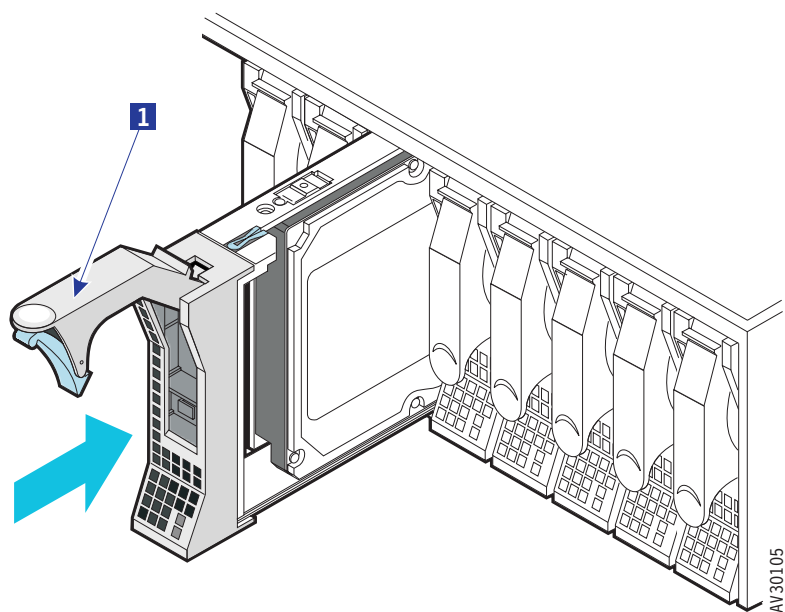

図 33. HDD モジュールの追加
2. 46 ページの図 33 のように、片方の手で HDD モジュールの底を支え、もう一方の手でハンドル **1** を持ち上げたまま、モジュールをスロットに差し込んで押して下さい。